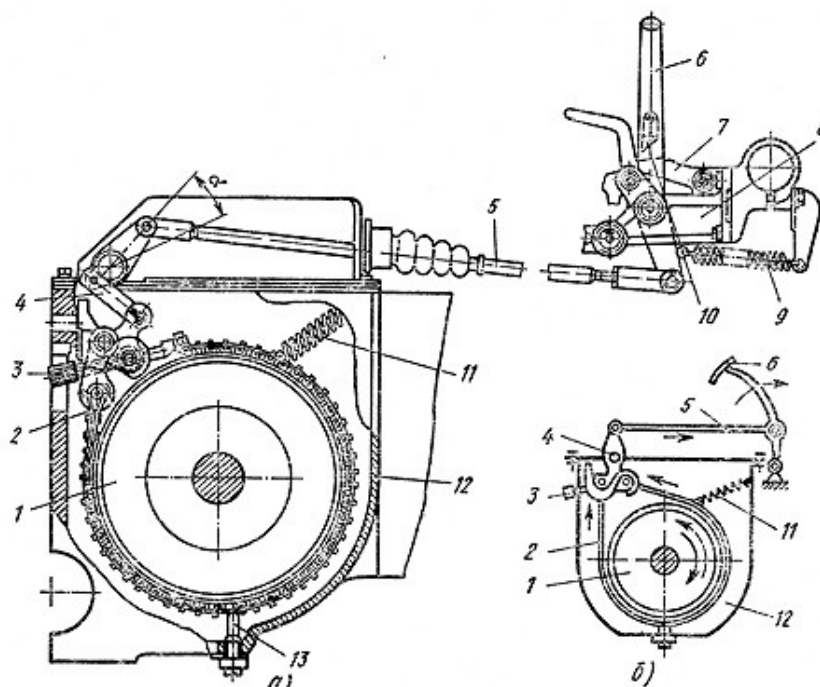

Рис. 3. Плавающий тормоз с механизмом управления гусеничным трактором: а — устройство, б —
**Плавающий тормоз** гусеничного трактора типа ДТ-75 представлен на рис. 3. Тормозной барабан 1 установлен на валу конечного редуктора. Барабан охватывает тормозная лента 2 с фрикционными накладками. Тормозом управляют с помощью передаточного механизма 4, продольной тяги 5 и тормозной педали 6.